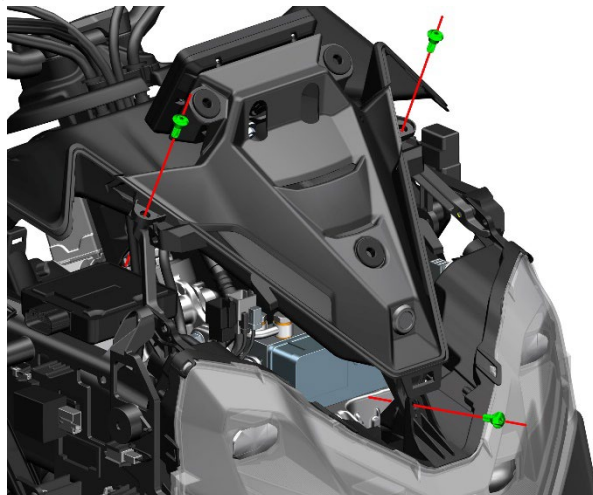

图 1
- a. 用 T25 梅花扳手拆下 3 颗螺栓，拔下仪表线和固定线扣后取下仪表支架。（图 1）